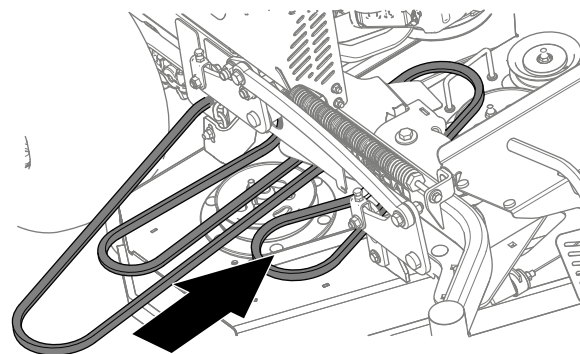

Figura 78
1. Monte la correa en la carcasa (Figura 78).